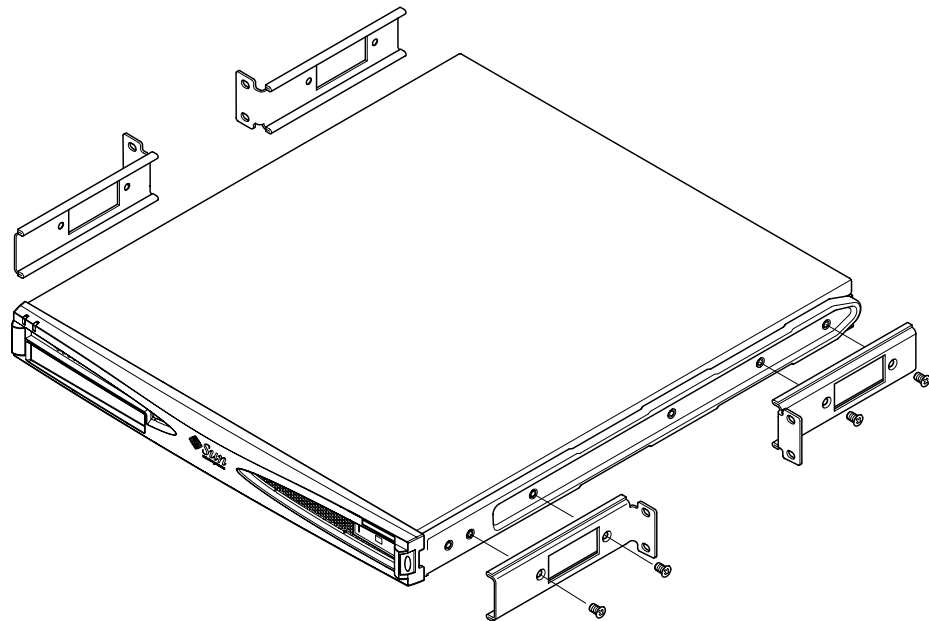

図 5-11 固定取り付け金具の取り付け
2. サーバー側面のプラスチック製のスライド部品から 1 本目と 3 本目、4 本目のねじを取り外します (図 5-11 を参照)。
付属するプラスの皿頭ねじを使用してください。詳細は、図 5-11 を参照してください。ただし、背面側の固定金具はまだ取り付けないでください。